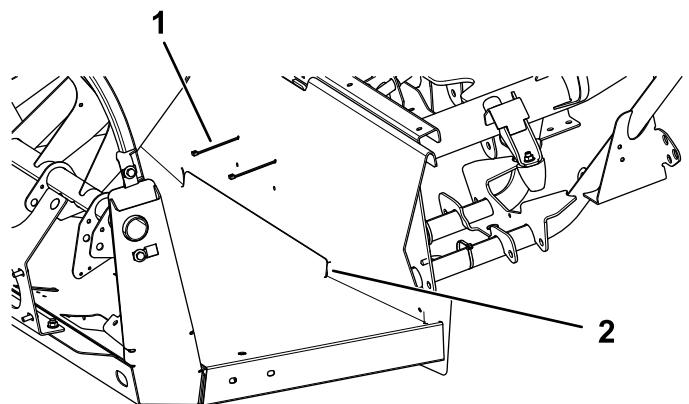

Bild 23
3. Klappen Sie die Klappe herunter und stecken Sie sie hinter den Bodenflansch (Bild 23).
4. Befestigen Sie die Klappe mit zwei Kabelbindern am mittleren Rahmenrohr (Bild 23).